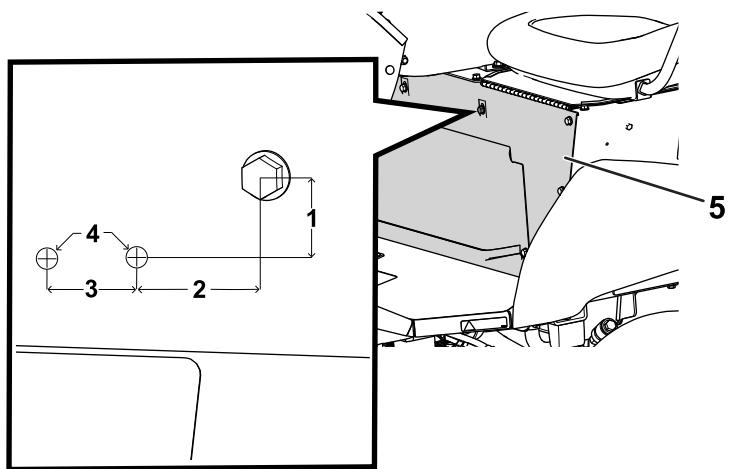

Figura 27
1. Mida desde el perno de la base del asiento, y perfore 2 taladros en la base del asiento (Figura 27).